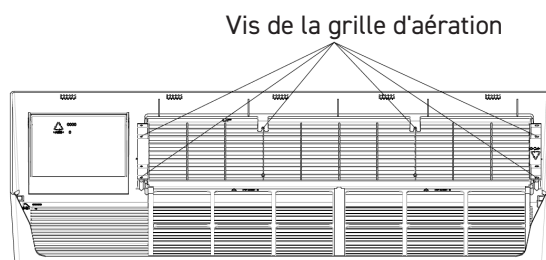

Figure 302 Arrière de la calandre
3. Turn louver insert and rotate 180 See Fig.302